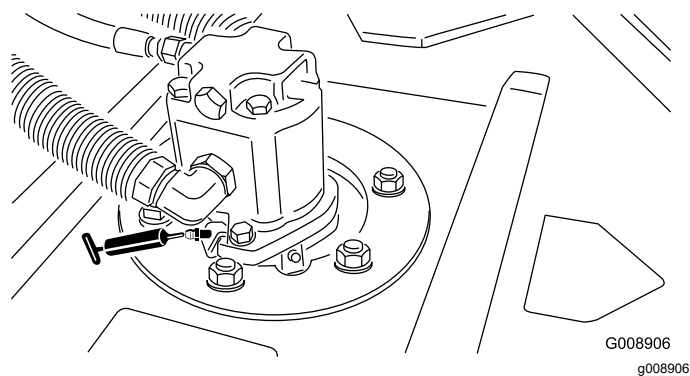

Figure 47
- Roulements d'axes de pivots des unités de coupe (2 par unité de coupe) – Figure 47